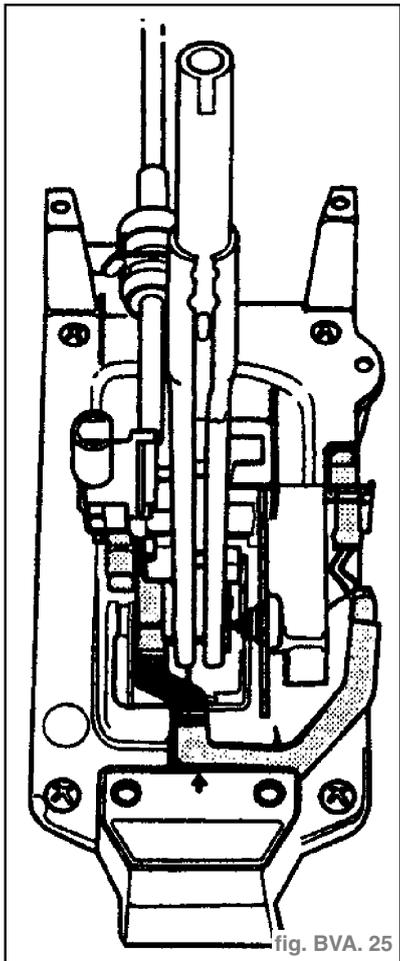

fig. BVA. 25
- Pose de câble pour l'éclairage des rapports de vitesse et aimant pour blocage de levier sélecteur -N110-. (fig. BVA. 25)